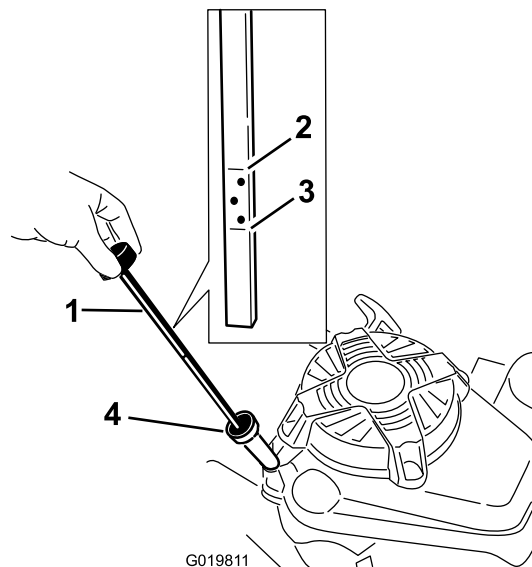

Figure 14
Avant chaque utilisation, vérifiez que le niveau d'huile se situe entre les repères **maximum** et **minimum** sur la jauge (Figure 14).
2. Nettoyez la surface autour de la jauge (Figure 14).
6. Observez le niveau d'huile indiqué par la jauge (Figure 14).